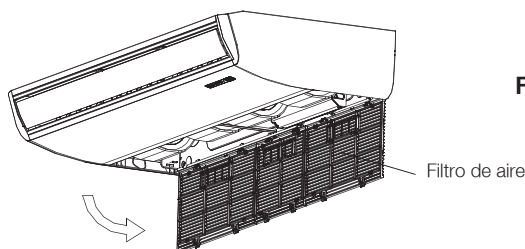

Fig.6-2
- Retirar el filtro de aire. (Véase Fig. 6-2).
- Reinstalar el filtro de aire en orden inverso a la Fig. 6-2.